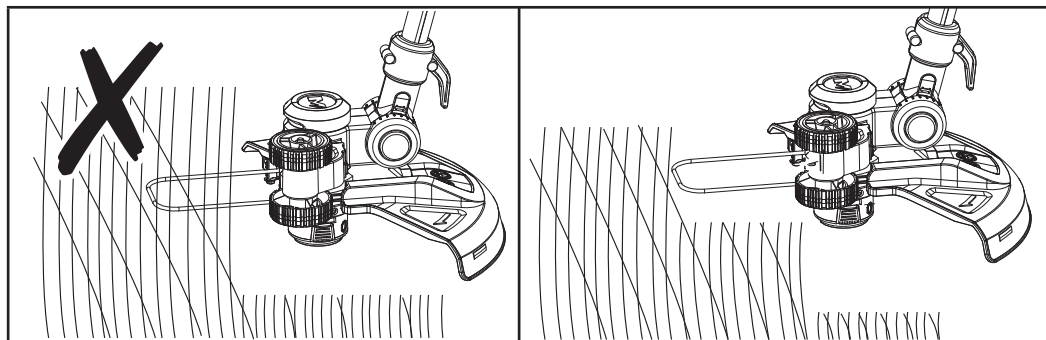

Fig. 10
- No permita que la tapa de la bobina (16) golpee el suelo.
- Asegúrese de que la máquina permanece limpia y libre de restos que puedan provocar atascos. Compruebe esto cada cierto tiempo. Suelte el interruptor de encendido/apagado (2) y desconecte la batería (19) antes de realizar cualquier comprobación.
- Recorte el césped más largo en varias fases; no corte césped largo con un solo corte. Para obtener los mejores resultados, corte la hierba más larga en varias fases (Fig. 10).